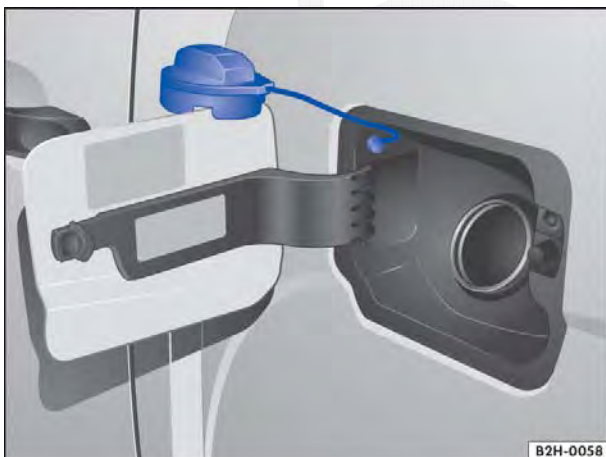

Fig. 128 Portinhola do tanque aberta com a tampa do tanque pendurada.
- Desrosquear a tampa do tanque no sentido anti-horário e colocá-la sobre a portinhola do tanque ⇒ Fig. 128.